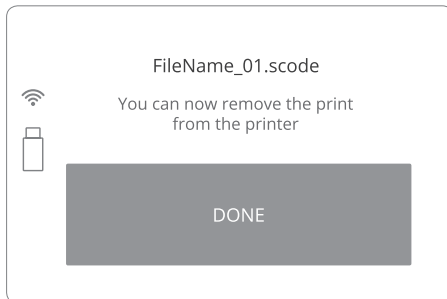

Abbildung 35. Bildschirm Einen Ausdruck herausnehmen 2.
7. Wenn dieser Vorgang abgeschlossen ist, erscheint die Meldung „YOU CAN NOW REMOVE THE PRINT FROM PRINTER“ („SIE KÖNNEN JETZT DEN DRUCK AUS DEM DRUCKER ENTFERNEN“) auf dem Bildschirm. Klicken Sie auf „DONE“ ("ERLEDIGT"), um den Druckvorgang (Abbildung 35) abzuschließen.